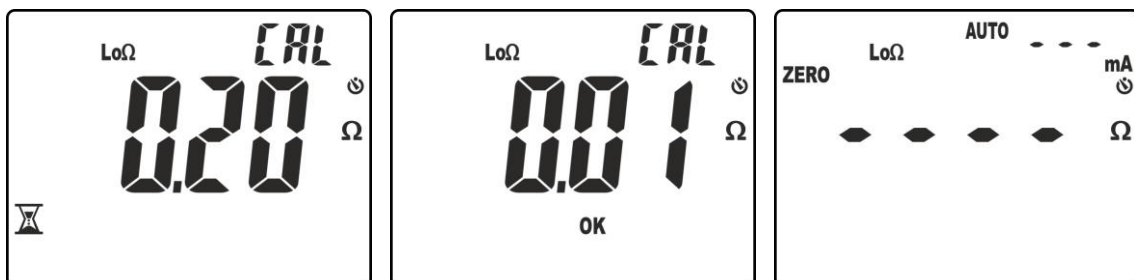

Fig. 33: Resultados puesta a cero realizada correctamente
4. El instrumento realiza la primera medida obteniendo la resistencia de los cables de prueba (ver la Fig. 33 – parte izquierda). Si tal valor compensado (ZERO) es  $\leq 5.00\Omega$  lo mantiene memorizado y realiza la sucesiva verificación realizando una segunda medida y realizando la diferencia entre este nuevo valor y el compensado. Si tal valor resulta  $\leq 0.01\Omega$  la calibración se confirma y el mensaje “OK” se muestra en pantalla (ver la Fig. 33 – parte central). Posteriormente el instrumento vuelve a la pantalla de medida con el mensaje “ZERO” presente en pantalla indicando la presencia de la compensación de los cables